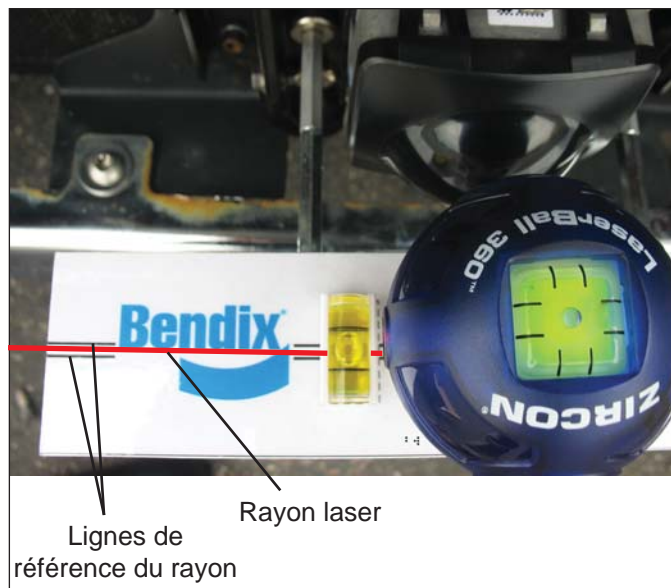

FIGURE 32 – RÉGLAGE LATÉRAL AU LASER
4. Allumez le niveau laser pour alignement latéral (interrupteur sur le côté), puis placez-le dans son logement de manière à ce qu'il soit de niveau. Alignez le rayon laser entre les lignes de référence à droite ou à gauche de l'outil d'alignement Bendix. Cf. Figure 32.